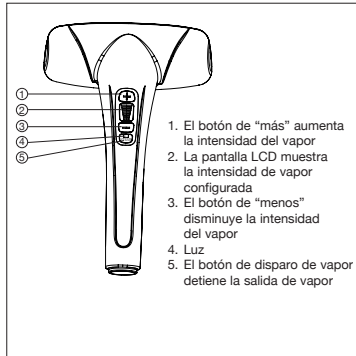

Figura 12
7. Luego de que suene el pitido, presione el botón de disparo de vapor para encender el vapor. La luz brillará de color verde. Presione el botón de disparo de vapor para apagar el vapor. La luz se apaga (figura 12).
8. Una vez que comienza a salir vapor en forma continua de la boquilla de vapor, ajuste la configuración del vapor a presión a la intensidad deseada. El botón "+" aumenta la intensidad del vapor. El botón "-" disminuye la intensidad del vapor (Figura 12). La intensidad de vapor por defecto es la media, 4.
10. El botón de disparo de vapor detiene la salida de vapor. Este botón se puede utilizar cuando se recoloca, cuando se cambia una prenda o durante las interrupciones para extender la emisión de vapor (Figura 12).